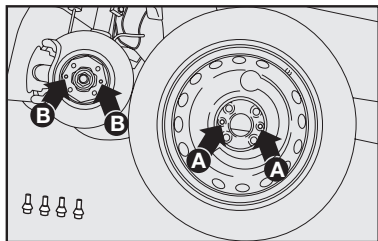

fig. 12
- Monte la rueda de repuesto, de manera que los tornillos **B-fig. 12** coincidan con los orificios **A-fig. 12**.